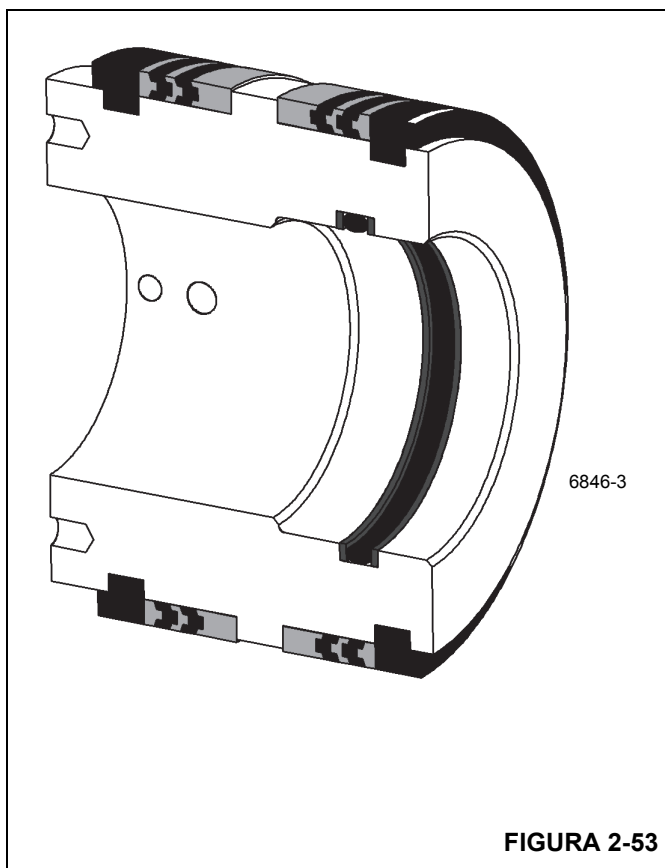

FIGURA 2-53
**NOTA:** Para a instalação das vedações do pistão e da cabeça, consulte a Figura 2-52 e a Figura 2-53.
O cilindro do estabilizador central dianteiro (consulte a Figura 2-53) possui um furo de 8,9 cm (3.5 pol.). Um bloco de entradas está soldado na extremidade da haste do cilindro e uma válvula de segurança operada por piloto está rosqueada ao bloco de entradas.